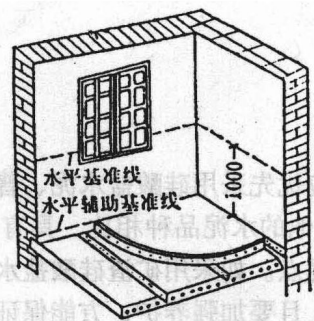
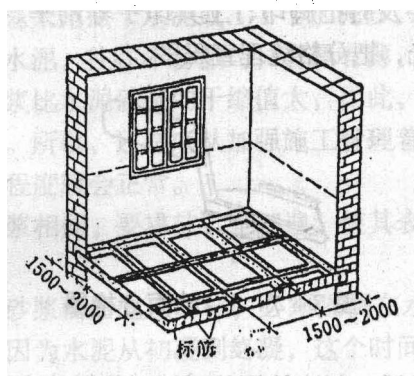

图 3-7-1 弹准线
图 3-7-2 做标筋
(1) 弹准线：地面抹灰前，应先在四周墙上弹出一道水平基准线，作为确定水泥砂浆面层标高的依据。水平基线是以地面 ± 0.00 及楼层砌墙前的抄平点为依据，一般可根据情况弹在标高 100cm 的墙上，见图 3-7-1。弹准线时要注意按设计要求的水泥砂浆面层厚度弹线。
(2) 做标筋：根据水平基准线再把楼地面面层上皮的水平辅助基准线弹出（见图 3-7-1）。面积不大的房间，可根据水平基准线直接用长木杠抹标筋，施工过程中进行几次复尺即可。面积较大的房间，应根据水平基准线，在四周墙角处每隔 1.5~2.0m 用 1:2 水泥砂浆抹标志块，标志块大小一般是 8~10cm 见方。待标志块结硬后，再以标志块的高度做出纵横方向通长的标筋以控制面层的厚度。地面标筋用 1:2 水泥砂浆，宽度一般为 8~10cm，见图 3-7-2。做标筋时，要注意控制面层厚度，面层的厚度应与门框的锯口线吻合。